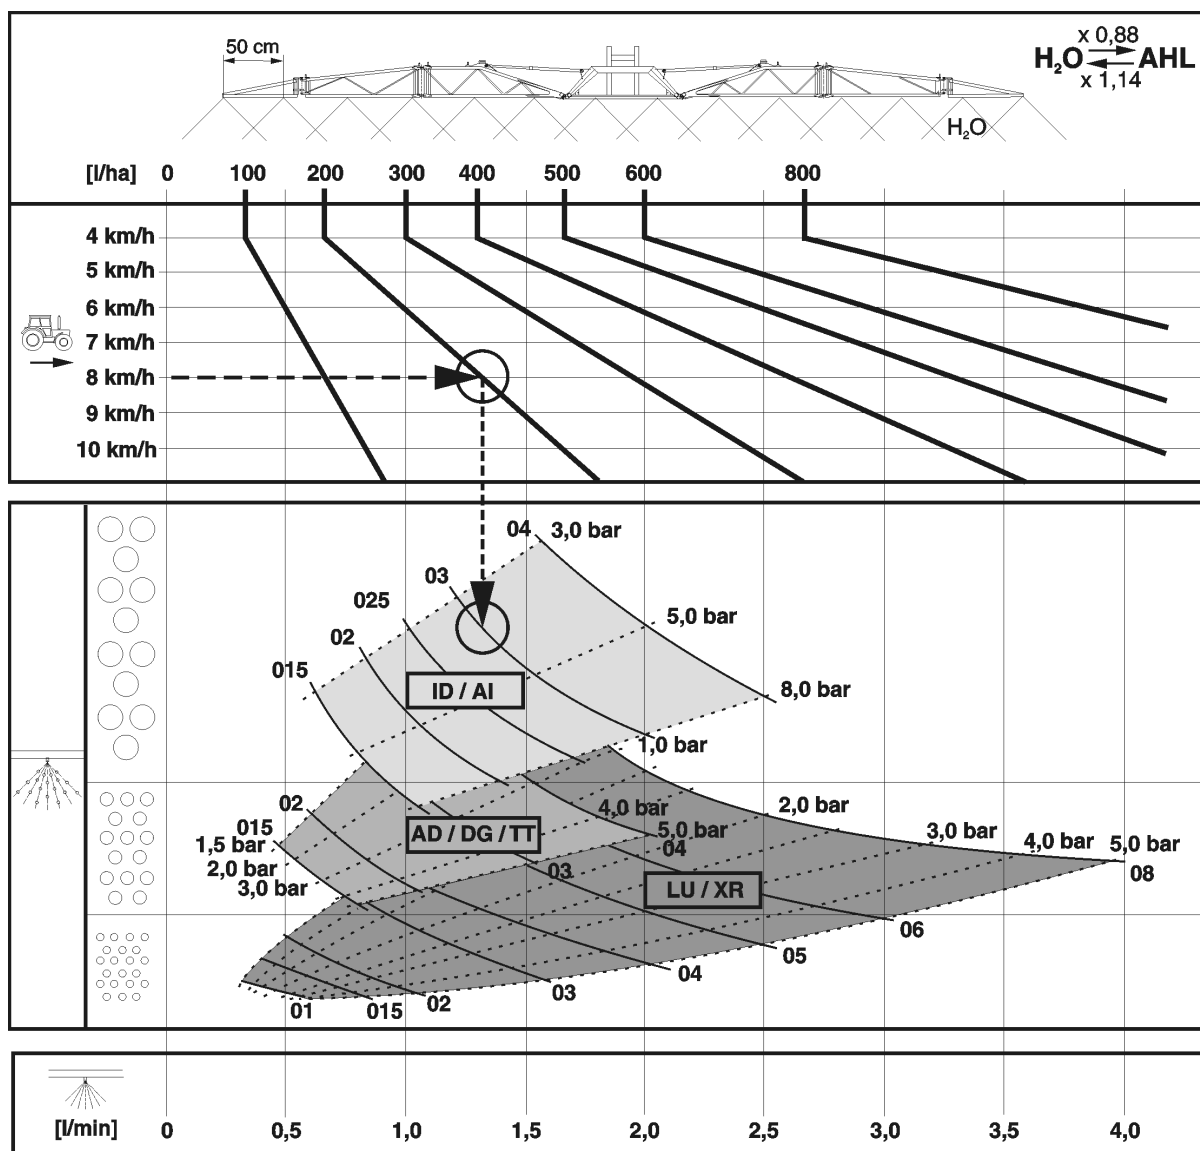

Fig. 134
- Fig. 134 anvendes til at finde den egnede dysetype. Dysetypen skal bestemmes ud fra